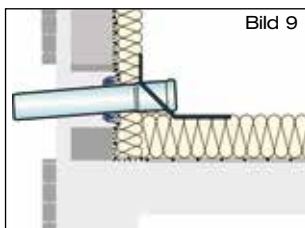

Bild 9
- 2.2 Ablaufrohr mit Klebeflansch entsprechend der baulichen Gegebenheiten ablängen. Dichtelement des Schiebeflansches innen und Auslauf des Ablaufrohres mit Klebeflansch außen hinreichend mit LORO-X Gleitmittel versehen. Ablaufrohr mit Klebeflansch in den Schiebeflansch bis in seine Einbauposition einführen (Bild 9). Entstandene Hohlräume in der Wärmedämmung schließen. Auslaufrohr im Wandbereich mit ausreichender Wärmedämmung versehen und Dachablauf fixieren.